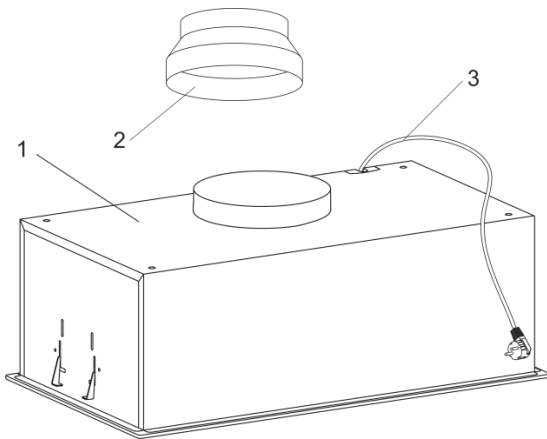

Рис.3
5.4 Вытяжка состоит из следующих составных частей (рис.3 / рис.3.1 / рис3.2).